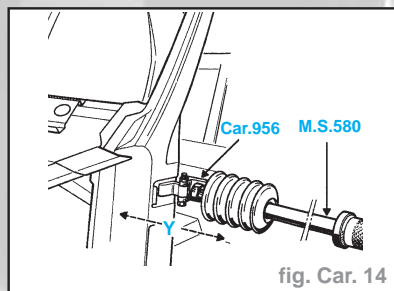

fig. Car. 14
- Possibilité de réglage : 3 mm (fig. Car. 14).